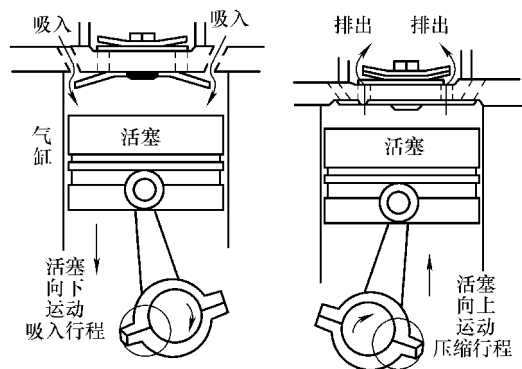

图 7-10 曲轴连杆式压缩机工作原理
2) 工作原理。当活塞向下运动时,从制冷系统中的蒸发器吸进制冷剂蒸气;活塞向上运动时,压缩制冷剂蒸气至冷凝器,如图 7-10 所示。